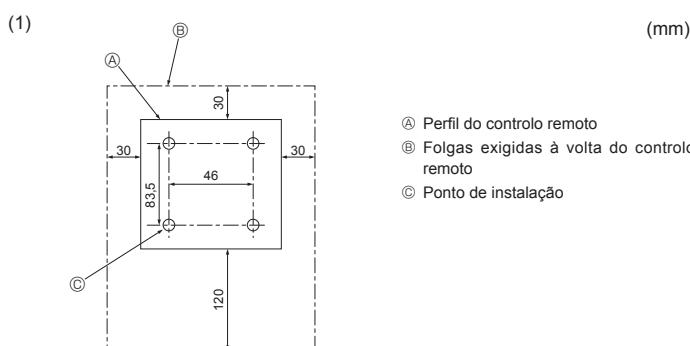

Fig. 6-2
6.2. Controlo remoto (Fig. 6-2) Para controlo remoto com fio